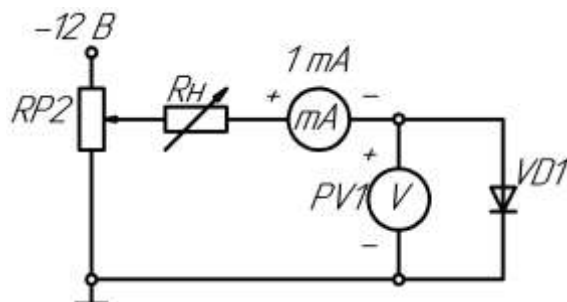

Рис.3
3) Собрать схему для снятия обратной ветви ВАХ VD1, подключив к RP2 источник -12 В и заменив миллиамперметр, поменяв также его полярность подключения (рис. 3); снять обратную ветвь ВАХ диода; результаты измерений занести в таблицу 2, по которой построить график обратной ветви ВАХ.